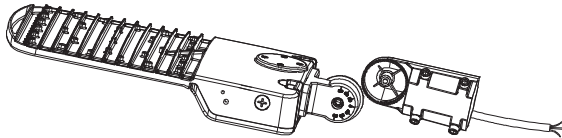

Figura 1
- 1 Separe el adaptador deslizante en dos piezas. (Figura 1)
- 2 Pase el cable de la lámpara a través del adaptador deslizante que se montará en la lámpara. (Figura 1)